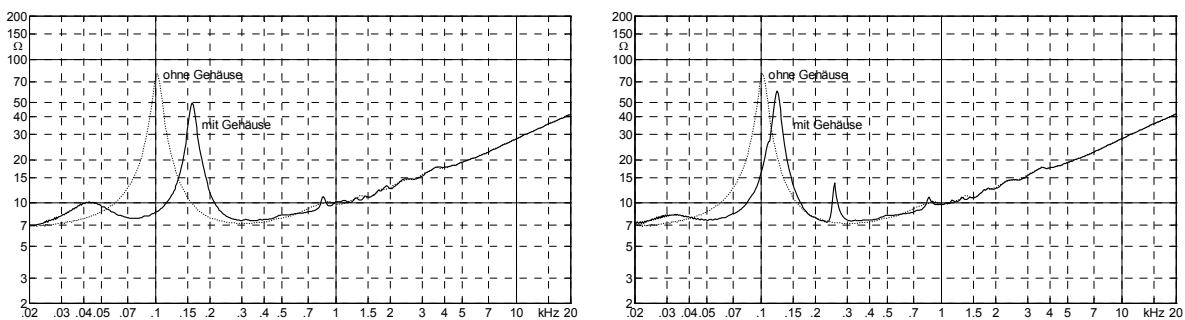
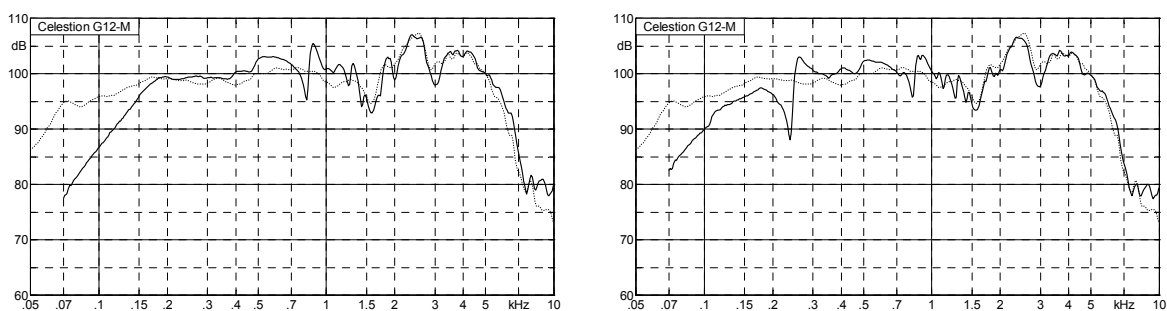

Abb. 11.17: G12-M, Impedanzfrequenzgänge; dichtes Gehäuse 39x39x25 cm³ (links), 39x75x25 cm³ (rechts).
Abb. 11.18: 12"-Lautsprecher. Links: Schallwand vs. 39x39x25-Box; rechts: Schallwand vs. 39x75x25-Box.
Die Membran schwingt, insofern besteht Übereinstimmung zwischen Theorie und Praxis, aber sie schwingt auf derart vielfältige Weise, dass eine Verfeinerung der Theorie-Modelle nicht Gegenstand der geplanten Arbeiten sein konnte. Also Messungen. Im Reflexionsarmen Raum (RAR), zumeist in 3 m Abstand, bei Spannungseinprägung (2.83 V beim 8- Ω -Lautsprecher), oder im Hallraum (HR), ebenfalls Spannungseinprägung (Rosa Rauschen, 2.83 V pro Terz beim 8- Ω -Lautsprecher). Für die ersten Messungen wurde ein 12"-Lautsprecher in ein kleines Holzgehäuse (39x39x25 cm³) und ein etwas größeres Holzgehäuse (39x75x25 cm³) eingebaut. **Abb. 11.17** zeigt die hierzu gehörenden Impedanzfrequenzgänge: Wie erwartet erhöht sich durch die hinzukommende Luftsteifigkeit die Hauptresonanzfrequenz, beim kleinen Gehäuse relativ stark, beim größeren Gehäuse weniger stark.
Aus Abb. 11.17 wurde deutlich, dass das Gehäuse einen wesentlichen Einfluss auf den Impedanz-Frequenzgang ausübt, für den Klang ist aber der Schallpegel-Frequenzgang maßgeblich. **Abb. 11.18** zeigt hierzu die Unterschiede zwischen Schallwand- und Gehäuse-Montage. Es fallen vor allem zwei Charakteristika auf: Das geschlossenen Gehäuse kann den Bassbereich nicht gut abstrahlen, und es erzeugt zwischen etwa 200 – 2000 Hz eine Reihe von Resonanz-Zacken, die auf **stehende Wellen** zurückzuführen sind. Besonders gut im rechten Bild ersichtlich: Zu 240 Hz gehören 1.43 m Wellenlänge, ins Gehäuse (Innenlänge 72 cm) passt somit genau eine halbe Wellenlänge. Die bei beiden Gehäusen zu findende 800-Hz-Zacke lässt sich der Gehäusetiefe (Innenmaß 21 cm) zuordnen.
Die tiefste Korpus-Resonanz (sog. Helmholtz-Resonanz^{*}) der Akustik-Gitarre liegt zwischen Fis2 und A2, also bei 92 – 110 Hz. Das ist genau der Bereich, in dem die meisten Gitarren-Lautsprecher ihre Hauptresonanz haben – wenn man sie nicht in ein kleines, dichtes Gehäuse einbaut. Denn damit kann, wie aus Abb. 11.17 ersichtlich, die Resonanz auf 160 Hz steigen, und das entspricht schon fast einem E. Aber nicht dem E2 der tiefen E-Saite, sondern dem eine Oktave höher liegenden E3. Kombiniert man nun diese hochabgestimmte Box mit einem der legendären Verstärker-Ahnen (z.B. Tweed Deluxe oder AC-15), entstehen ganz andere Frequenzgänge als in Abb. 11.18 abgebildet. Diese frühen Verstärker hatten nämlich Röhren-**Endstufen ohne Gegenkopplung**, und damit einen sehr speziellen Innenwiderstand: Im Kleinsignalbereich kann man fast schon von Stromeinprägung sprechen, bei Übersteuerung (Clipping) ist näherungsweise die Spannung eingepreßt. Alle bisher in diesem Kapitel dargestellten Schallpegel-Frequenzgänge wurden mit Spannungseinprägung gemessen; wechselt man zur Stromeinprägung, multipliziert sich der Impedanzfrequenzgang auf den Übertragungsfaktor. Wenn nun also die Impedanz bei 160 Hz von 7 Ω auf 50 Ω steigt, erhält man beim Schallpegel 17 dB Anhebung! Nicht alle Endstufen verzichten auf Gegenkopplung, bei Fender gehört sie z.B. ab den 60ern zur Standardausrüstung. Bei VOX indes nicht, der AC-30 wird auch heute noch ohne Gegenkopplung gebaut. Endstufen ohne Gegenkopplung sind hochohmig, 200 Ω Innenwiderstand sind damit leicht erreichbar. Mit Gegenkopplung sinkt der Innenwiderstand, aber nicht auf null, denn zum einen verringert ein zu hoher Gegenkopplungsfaktor die Verstärkung (und die steht bei Röhrenverstärkern nicht beliebig zur Verfügung), zum andern verursachen Phasendrehungen sehr leicht Instabilitäten. Somit kann eine gegengekoppelte Endstufe leicht 20 Ω Innenwiderstand aufweisen, und beim o.a. Beispiel zwar nicht mehr 17 dB, aber immer noch 9 dB Resonanzüberhöhung bewirken.